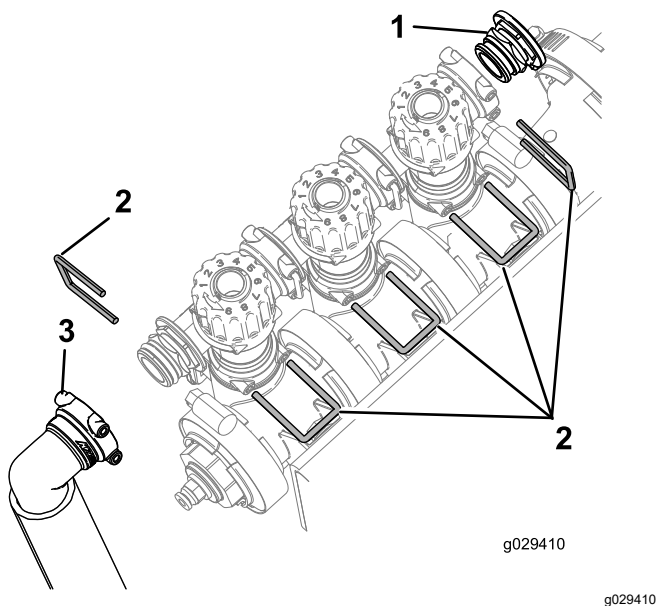

Рисунок 10
3. Демонтируйте держатели, которые крепят узел блока перепускных клапанов стрелы, торцевую крышку и штуцер со шлангом в сборе, как показано на Рисунок 10.